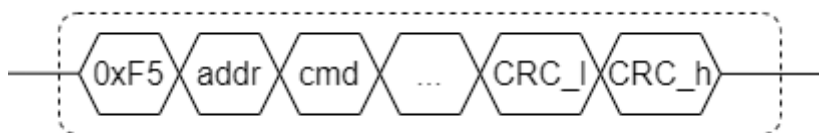

Рисунок 2.4 - Общая структура пакета
2.3.6 Общая структура пакета (см. рисунок 2.4):